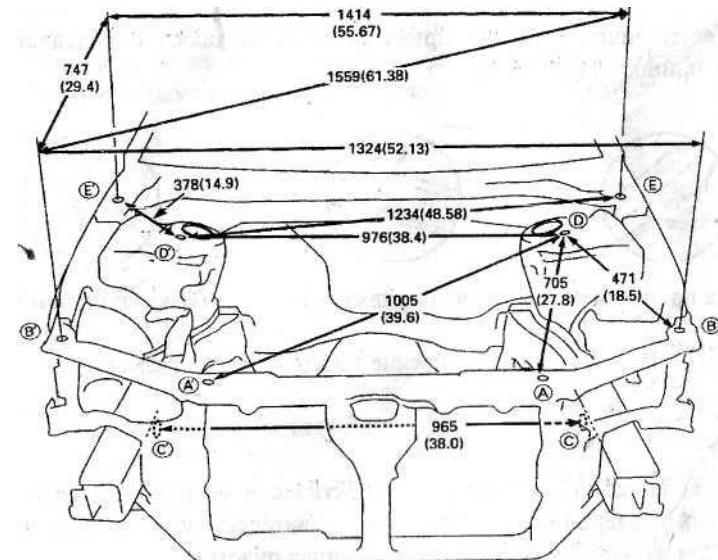

Рис. 2.2. Размеры передней части кузова
На рис. 2.2 можно увидеть пример расположения базовых точек на передней части кузова (капотное пространство). Для всех обозначенных базовых отверстий геометрической точкой привязки размера служит самая передняя точка кромки отверстия по ходу автомобиля. Пример нахождения такой точки можно увидеть на рис. 2.1.
Естественно, что большинство размеров кузова обладают свойством симметрии. Следовательно, приведенную картину размеров на рис. 2.2 можно перевернуть относительно продольной оси автомобиля. Данний прием очень помогает, когда справочные данные по кузову отсутствуют. Правильность расположения деталей в этом случае можно установить по равенству взаимно симметричных размеров. Даже не очень сильные боковые удары при ДТП приводят зачастую к перекосам в передней части кузова. О таких перекосах красноречиво свидетельствует разница в несколько миллиметров между диагональными размерами, например (A) - (D): передняя правая - задняя левая и наоборот.